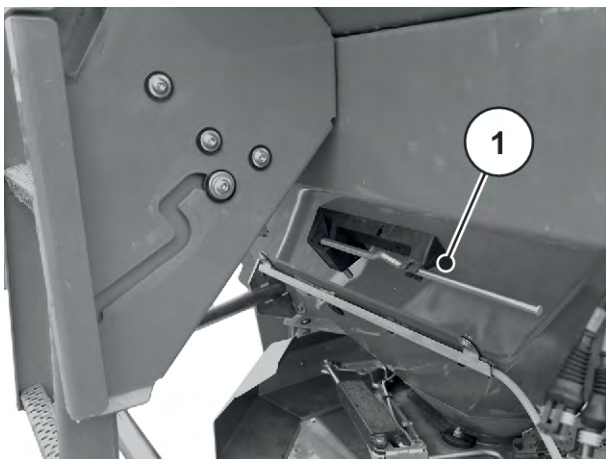

Рис. 26: Розташування регулювального важеля AXIS xx.2
- ▶ Знову вставте важіль регулювання в передбачене для нього кріплення. Див. *Рис. 26 Розташування регулювального важеля AXIS xx.2*